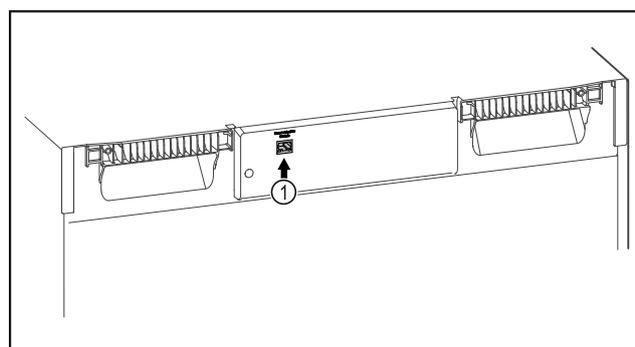

Fig. 77
- SmartModule *Fig. 77 (1)* ist eingesetzt.